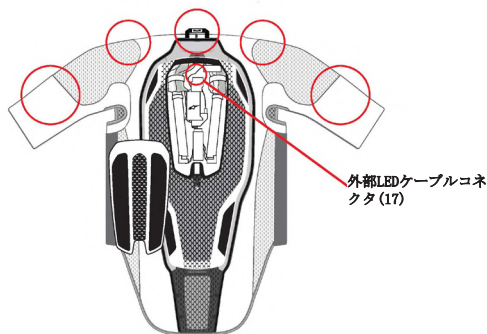

図12:ベルクロアタッチメントと外部LEDディスプレイコネクタ (17) の位置
1. システムの準備。 コンバーター (3) を取り外し、ベースレイヤー (1) にあるすべてのベルクロ取り付けが保護カバーで覆われていないことを確認します。肩部分に4つ、首部分に1つのベルクロ取り付けがあります (図12参照)。外部のテックエア® LEDディスプレイコネクタ (17) を背部プロテクター (5) カバーの下に配置された開口部を介して接続することができます (図12参照)。外部のLEDディスプレイコネクタは、アウターガーメントに互換性のあるテックエア® LEDディスプレイが袖の内側に組み込まれている場合に使用します。